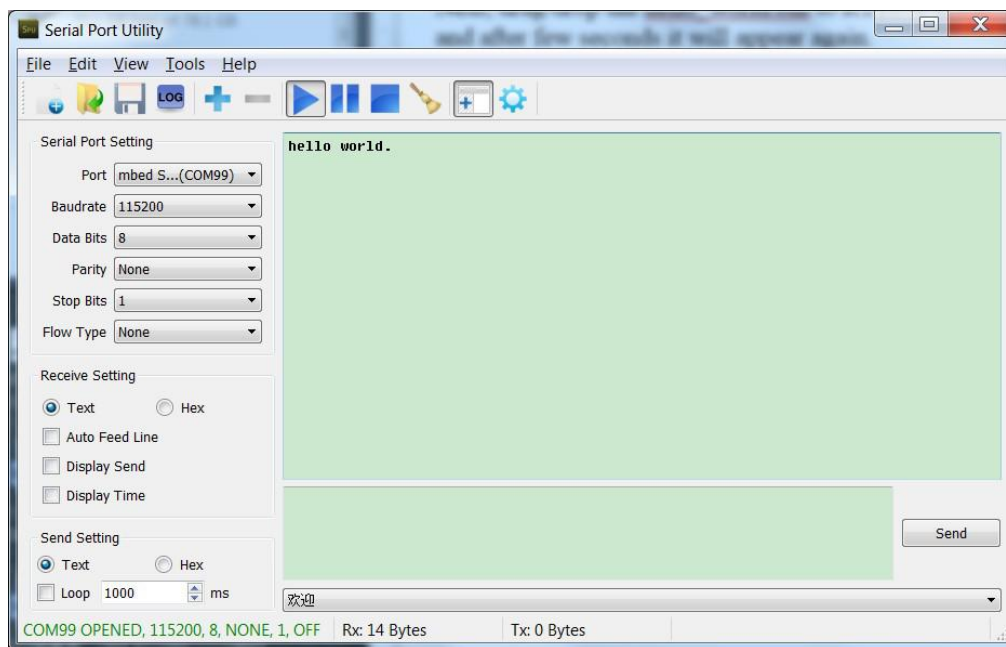

图 10. “hello world” 被打印到终端上
- 按SW3重置EVK板，终端将打印“hello world”。图 10